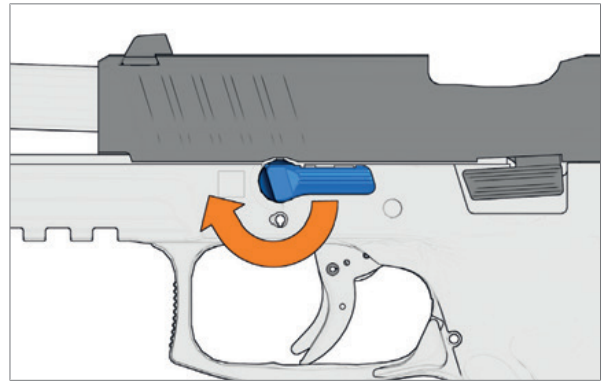

Abb. 48: Demontagehebel drehen
3. Demontagehebel bis zum Anschlag im Uhrzeigersinn drehen (Abb. 48).